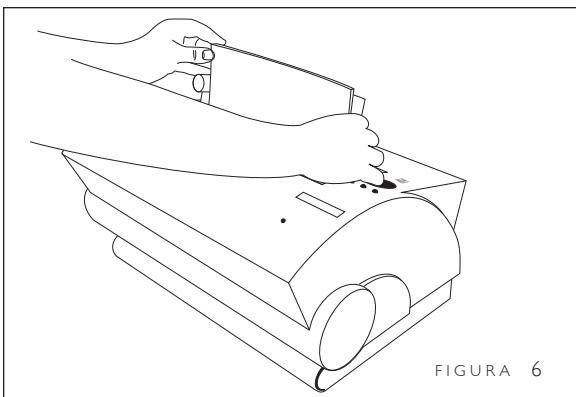
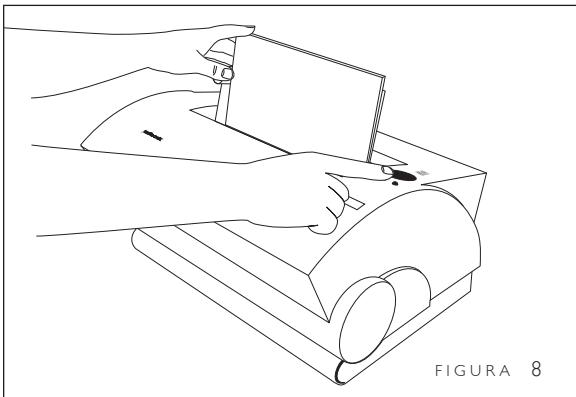

FIGURA 6
FIGURA 8
2. Coloque el papel en la cavidad para álbum alineado a la derecha. El motor de alineación comenzará a funcionar automáticamente (Figura 6). Aplique una leve presión sobre el borde superior del papel y deje que la máquina realice la alineación durante unos segundos para asegurarse de que todas las hojas estén correctamente alineadas antes de separarlas (Figura 8).
3. Continúe presionando levemente sobre el borde superior del papel y presione el botón verde (Figura 8). El motor de alineación se detiene, el papel se sujeta y se inicia el proceso de separación. La pantalla mostrará el mensaje: "WORKING" (EN FUNCIONAMIENTO).